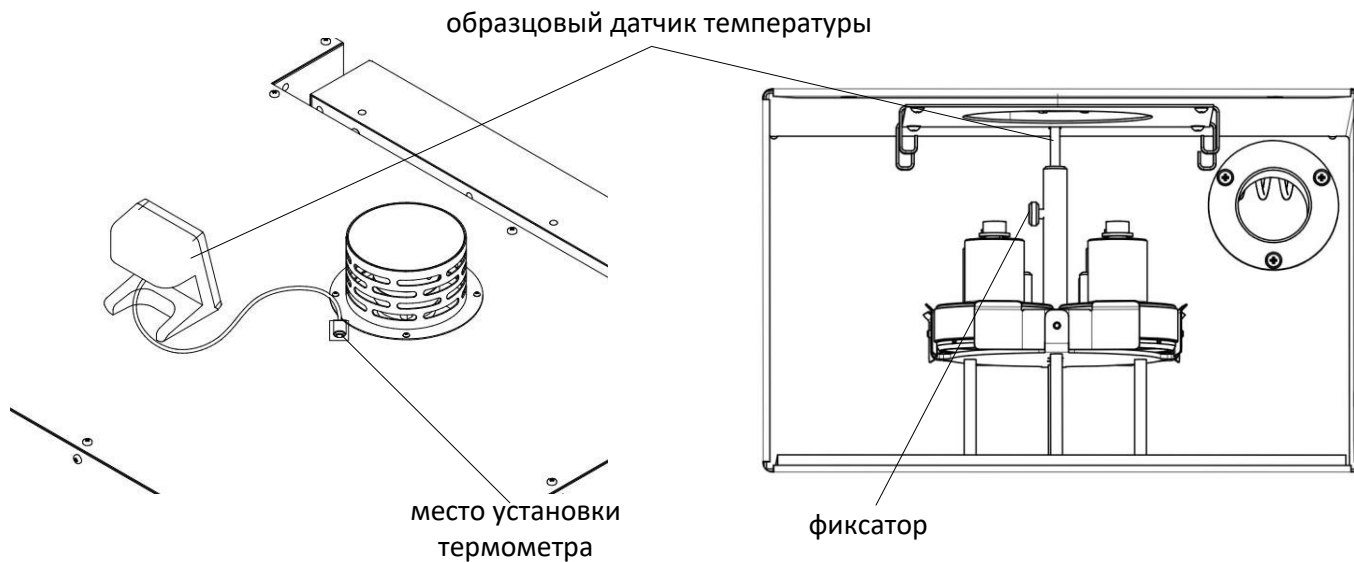

Рисунок 4 – Подготовка к проверке погрешности измерения температуры - Шаг 4
- 9.6.6 Образцовый датчик температуры установить через отверстие в кожухе на крышке аппарата за вентилятором в стакан калибровочного приспособления и зафиксировать фиксатором (см. рисунок 4).